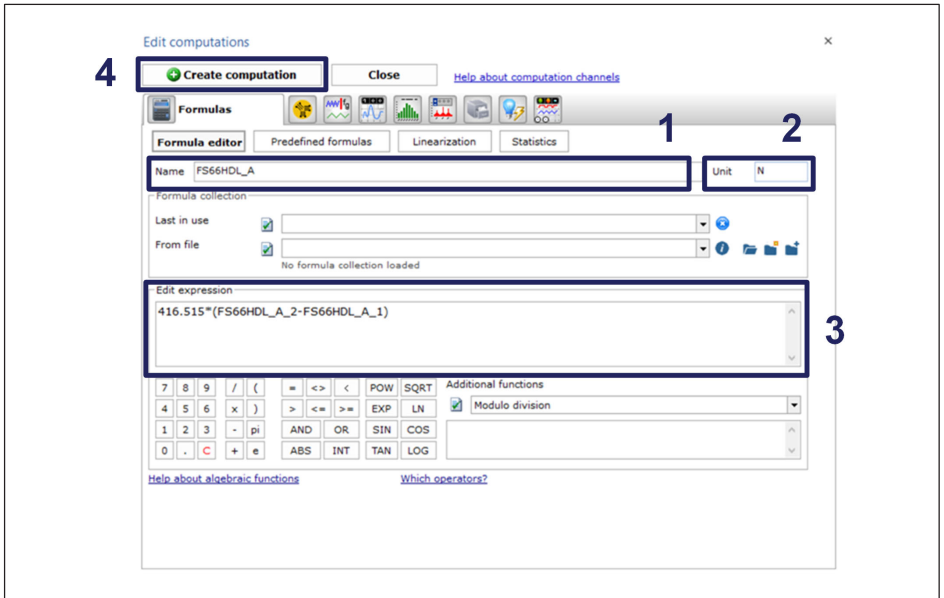

Fig. 5.7 Crear un canal de cálculo para configurar el sensor
- Configurar el canal de cálculo con los valores de sensibilidad correspondiente a cada sensor. Se muestra un ejemplo de configuración para el FS66HDL en Fig. 5.7.
- Pulsar el botón "create computation" (número **4** en Fig. 5.7).